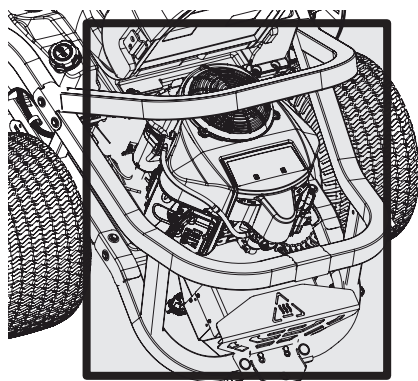

Figure 29
- Nettoyez autour des fusibles, les deux côtés des ailettes de refroidissement des transmissions, le collecteur d'échappement, le câblage électrique et les faisceaux, le tuyau du silencieux, le pare-chaleur du silencieux, les grilles d'entrée d'air du moteur et les ailettes de refroidissement, entre autres (Figure 29).